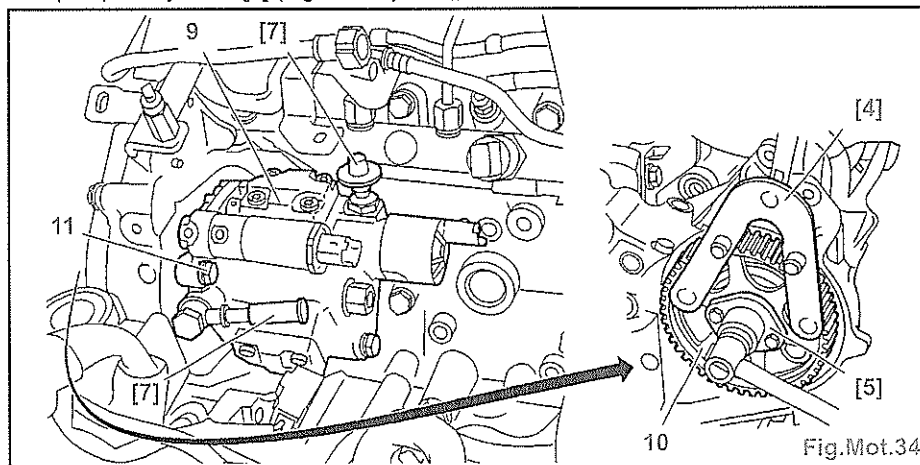

Fig. Mot.34
- Poser la bride pour décollement du pignon de pompe d'injection [5] (Fig. Mot.34).
- Desserrer puis déposer le pignon (10) d'entraînement de pompe haute pression; à l'aide de l'outil [4].
- les fixations (11),
- la pompe haute pression (9),